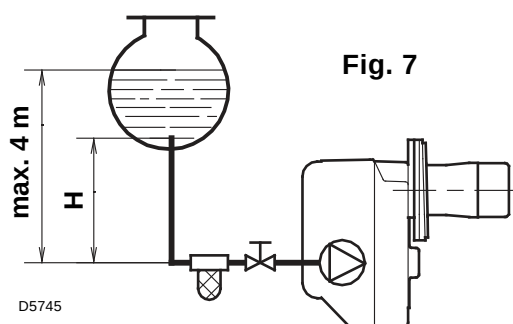
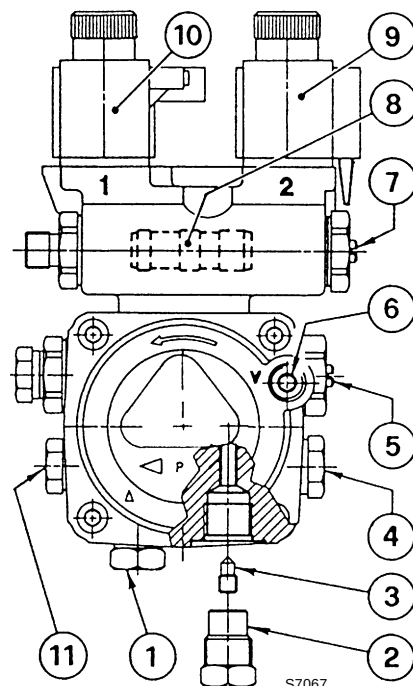

Fig. 7
Fig. 8
Pour le fonctionnement en mono-tube, il faut dévisser le bouchon de retour (2), enlever la vis de by-pass (3) et ensuite revisser le bouchon (2), (voir fig. 8).
Dans l'installation en fig. 7, il faut desserrer le raccord du vacuomètre (6, fig. 8) jusqu'à la sortie du combustible.